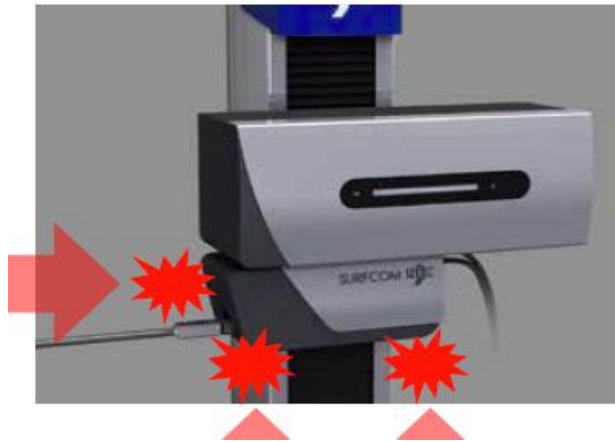

图3
2.1.3 传感器具有碰撞报警安全机构，测量过程中传感器若发生了碰撞，会自动检测到冲击负荷，并停止测量作业，同时软件上显示报警页面，安全可靠。详见图3。